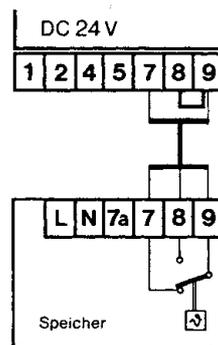

Bild 16
– Anschluß an Klemme 7 und 9 nach Bild 16